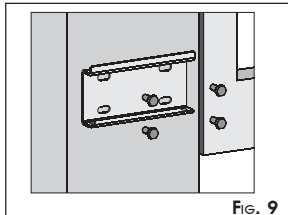

Fig. 9
③ Fixer la patte postérieure dans la position déterminée précédemment en utilisant quatre vis M8. Pendant la fixation, respecter l'orientation de la Fig. 9 et contrôler l'horizontalité de la patte avec un niveau à bulle.